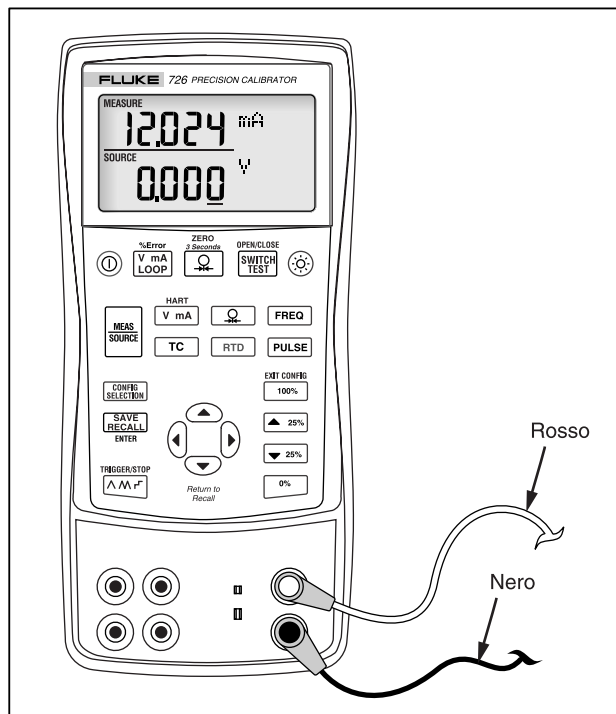

Figura 7. Misura dell'uscita di tensione e corrente
2. Collegare i cavetti di prova come indicato nella Figura 7.